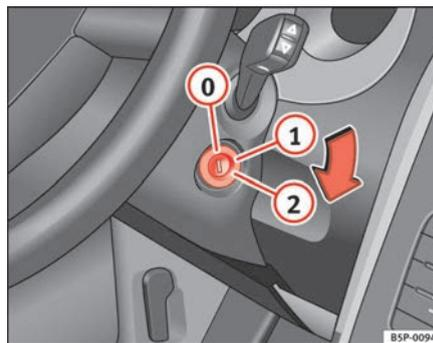

Abb. 116 Stellungen des Zündschlüssels
In dieser Stellung ⇒ Abb. 116 sind die Zündung und der Motor ausgeschaltet und die Lenkung kann gesperrt werden.
- Drehen Sie den Zündschlüssel in Stellung ⇒ Seite 157, Abb. 116 ①. Beim Vorglühen des Motors leuchtet die Kontrollleuchte  auf.
- Wenn die Kontrollleuchte ausgeht, drehen Sie den Zündschlüssel in Stellung ② zum Anlassen des Motors - geben Sie kein Gas.
- Drehen Sie den Zündschlüssel in Stellung ⇒ Seite 157, Abb. 116 .